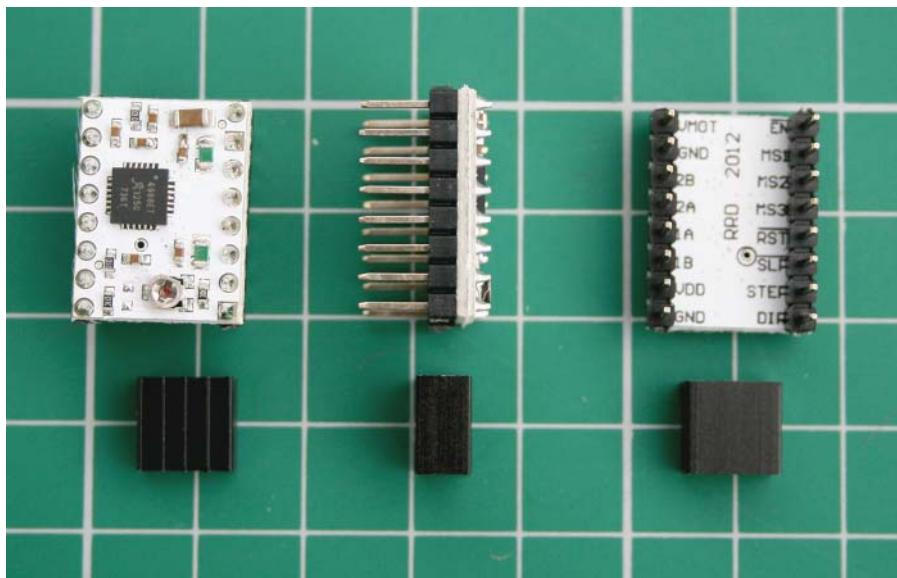

Abbildung 13.9: Antriebsmodul für einen Schrittmotor
- 6. Bereiten Sie die Installation der Antriebsmodule für den Schrittmotor an der RAMPS-Karte vor (siehe Abbildung 13.9).**
Ein Schrittmotorantriebsmodul (siehe Abbildung 13.9) kann vollständig integriert sein, oder aber (was häufiger der Fall ist) in die Elektroniksteuerkarte eingesteckt werden. Jedes Modul treibt einen Schrittmotor an, für einen 3D-Drucker benötigen Sie also mindestens vier solcher Module.
Häufig ist ein kleiner Aluminiumkühlkörper am Controller installiert, um die Betriebstemperatur zu reduzieren. Ohne einen Kühlkörper kann der Controller so heiß werden, dass sich der Benutzer daran verbrennt oder der Controller sich selbst zerstört. Sie können die dem Motor bereitgestellte Leistung festlegen (man spricht von *Strombegrenzung*), indem Sie mit einem Schraubendreher einen winzigen Drehknopf drehen (siehe unten links in Abbildung 13.9). Alle Schrittmotoren sollten eine Strombegrenzung haben, damit sie innerhalb der für sie vorgesehenen Wertebereiche arbeiten und nicht überhitzen oder durchbrennen (womit auch das Antriebsmodul für den Schrittmotor zerstört würde).